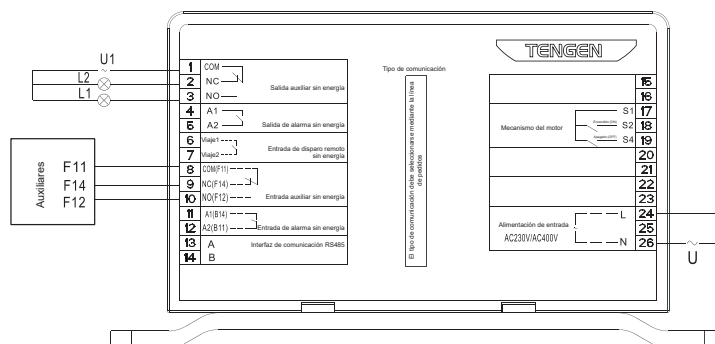

Figura 3 Diagrama de cableado del módulo auxiliar y de comunicación
El área funcional de entrada auxiliar sin energía recibe la señal desde el accesorio auxiliar; el contacto 9 (F12) es un contacto normalmente abierto, el contacto 10 (F14) es un contacto normalmente cerrado, y el contacto 8 (F11) es un contacto común que conecta los contactos 8, 9 y 10 del módulo de comunicación con los contactos F11, F12 y F14 del auxiliar, respectivamente. Esto permite realizar la función de telesupervisión del producto, así como las funciones de telecontrol y telegestión, al combinarse con el mecanismo del motor. Además, mediante esta función, la señal auxiliar puede transferirse al área funcional de salida auxiliar sin energía. El método de cableado se muestra en la Figura 3.
El área funcional de salida auxiliar sin energía recibe la señal del área funcional de entrada auxiliar sin energía para indicar el estado OFF/ON del disyuntor. El contacto 2 corresponde a un contacto normalmente cerrado (NC), el contacto 3 a un contacto normalmente abierto (NA) y el contacto 1 a un contacto común. Los indicadores de encendido (L2) y apagado (L1) están conectados externamente, como se muestra en la Figura 3. Cuando el disyuntor está normalmente cerrado, el indicador L2 se enciende y el indicador L1 está apagado. Cuando el disyuntor está abierto, el indicador L2 se apaga y el indicador L1 se enciende.